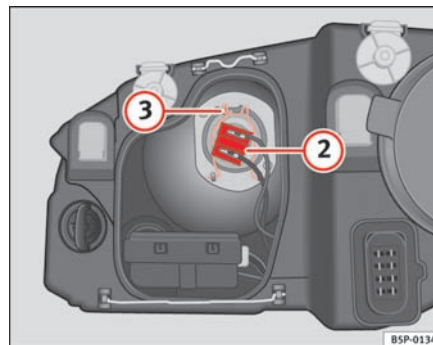

Fig. 182 Nærlys
- Tag stikket ⇒ side 246, fig. 182 ② af pæren.
- Tag fjederen ⇒ side 246, fig. 182 ③ af ved at trykke den ind og dreje den mod højre.